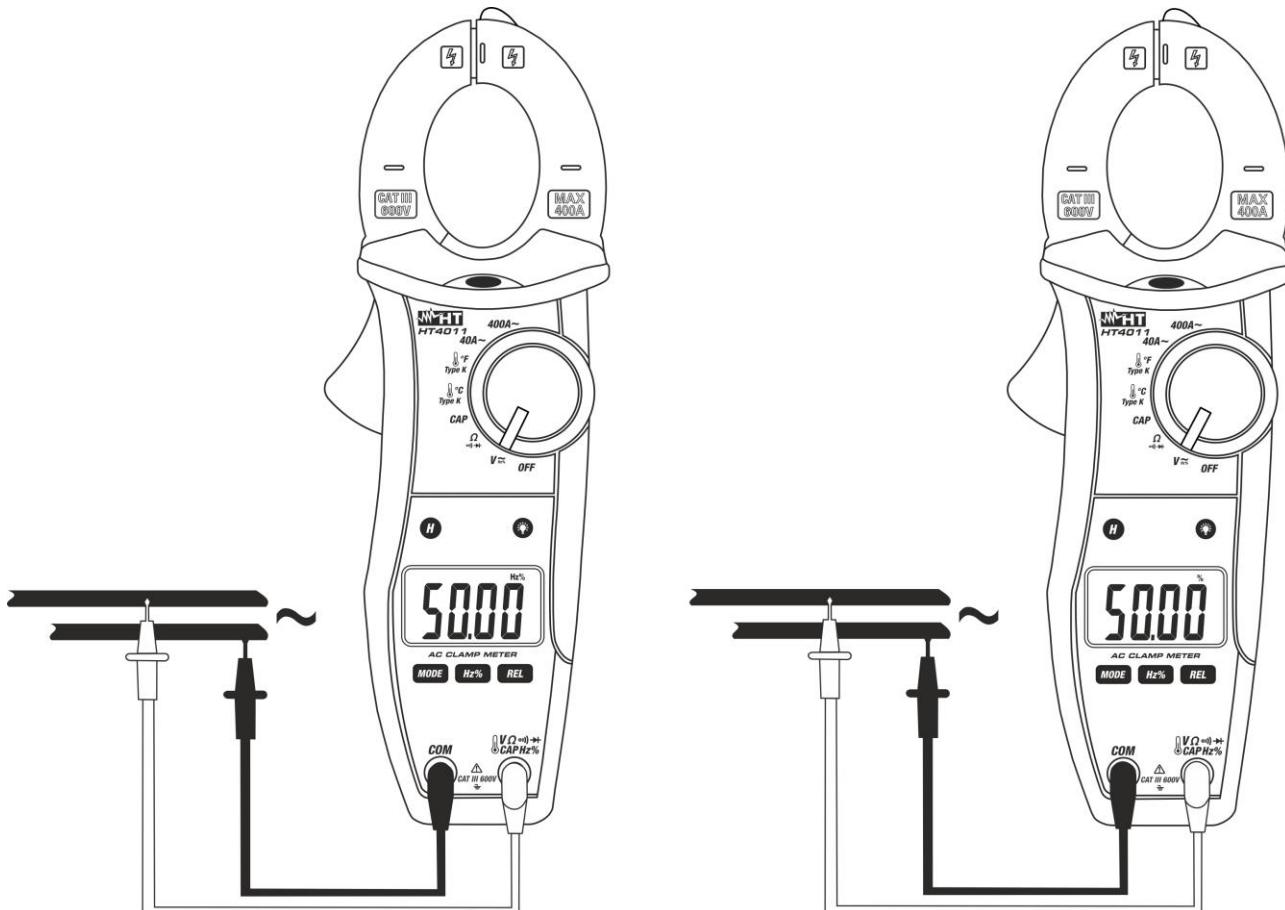

Fig. 5: Uso della pinza per misure di Frequenza e Duty Cycle
4. Posizionare i puntali nei punti desiderati del circuito in esame. Il valore della frequenza (Hz) (vedere Fig. 5 – parte sinistra) o del duty cycle (%) (vedere Fig. 5 – parte destra) è mostrato a display